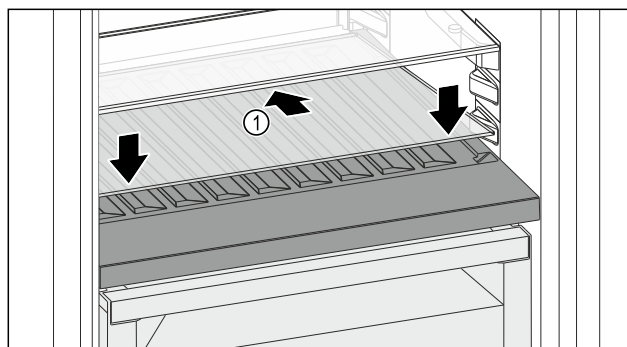

Fig. 164
- Posizionare il ripiano di vetro Fig. 164 (1) inclinato indietro e verso il basso.
- Abbassare la parte anteriore del ripiano di vetro Fig. 164 (1).